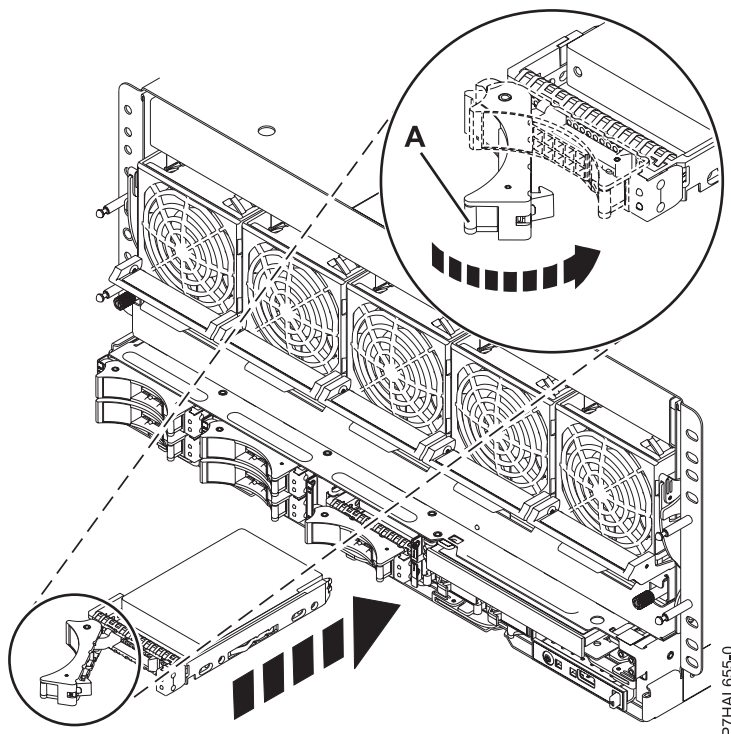

Figura 38. Sustitución de una unidad de disco en el sistema
7. Cuando parpadee el LED de identificación, deslice la unidad de disco o la unidad de estado sólido hasta el fondo del sistema o de una unidad de expansión y empuje hacia adentro el asa de la unidad (A) hasta que quede encajada, como se muestra en Figura 38.